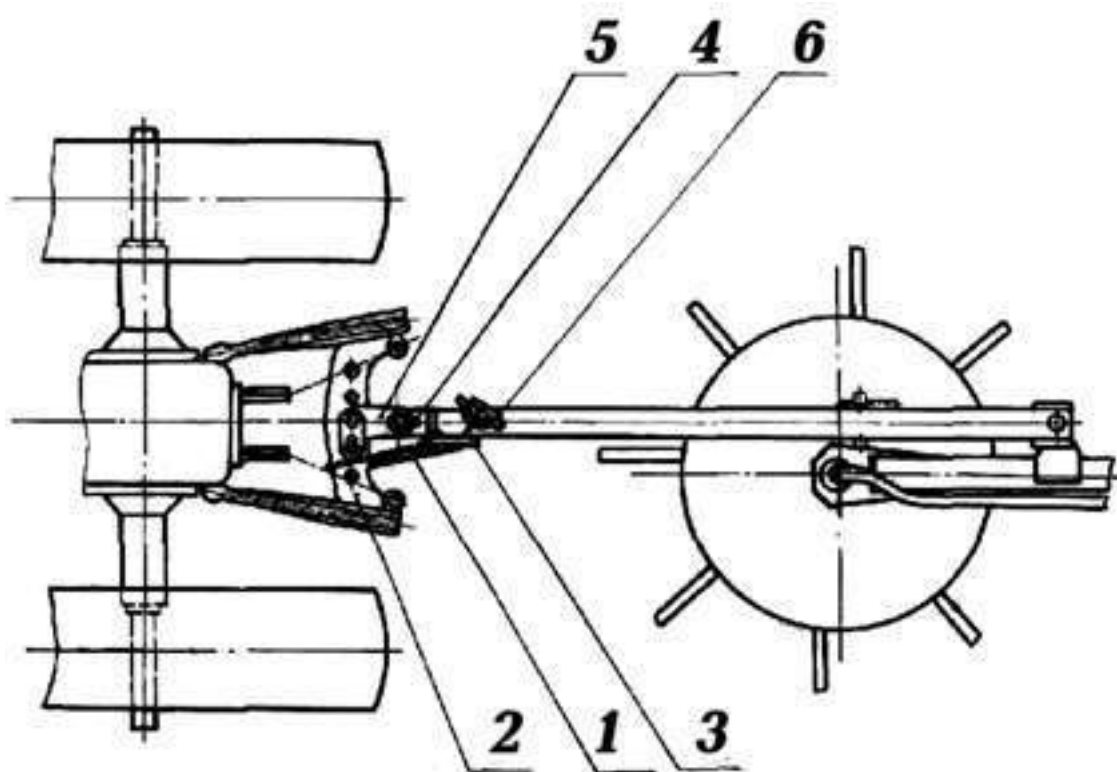

Рис. 3.3. Схема агрегатирования.
3.3. При агрегатировании граблей с трактором, необходимо соединить сцепную петлю 4 /рис.3.3/ сницы со сцепной серьгой 5 трактора, а страховочный трос I перекинуть через поперечину 2 навески трактора и зафиксировать свободный конец в скобе 3, пропустив через нее замок 6.